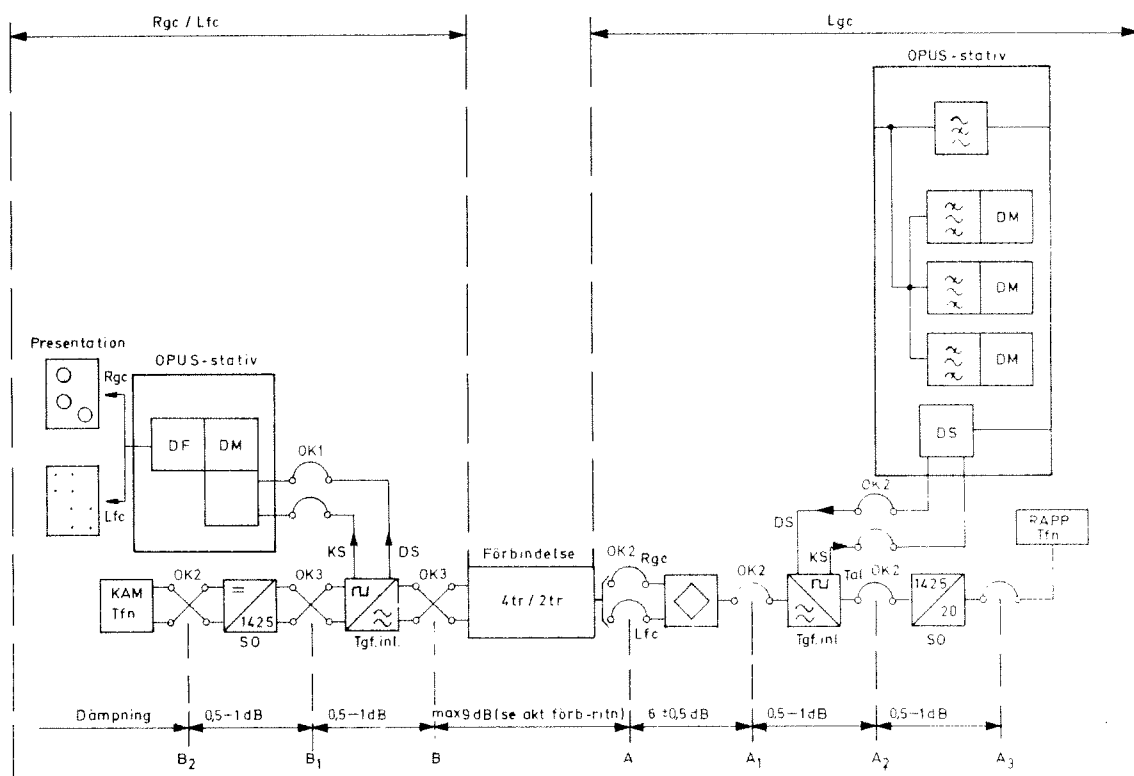

Bild 7. Dämpning (dB) vid $f=1000$ Hz, mellan olika gränssytor (lgc-lgc/lfc)
- Restdämpningskontroll vid 1000 Hz ska utföras i båda riktningarna mellan gränstorna A och B samt mellan A_3 och B_2 , bild 7.
- På bild 7 anges riktvärden på dämpningen mellan gränssytor.
- Dämpningsdistorsionen ska kontrolleras mellan gränssytor A och B, i båda riktningarna, bild 7.
Ekodämpningen ska mätas i gränsytan B_2 , bild 7.
- Mät bruset i gränssyrtorna A, A₃, B och B₂, bild 7.
- Mät utgående tonsignalnivå i gränssytorna A_2 och B_1 , bild 7. Anslut nivåmetern ($Z=600 \Omega$) i gränssytorna A_2 och B_1 .
- Mät i gränssytan A_1 , bild 7.